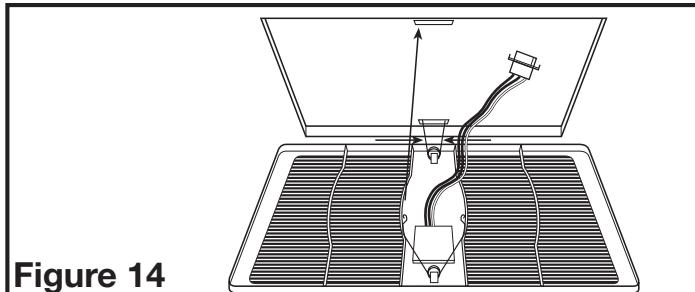

Figure 14
- 5b. **MODÈLES DÉTECTION DE MOUVEMENT:** Installez la grille en pressant le ressort le plus loin possible du détecteur de mouvement et installez-le dans la fente la plus éloignée du compartiment de fil sur le logement du ventilateur. Attachez le cordon de 3 broches à connexion rapide à partir du capteur de mouvement sur le gril soit au câblage installé à l'étape 2a (les modèles à une vitesse) ou au connecteur de la partie supérieure du compartiment de fil (modèles à deux vitesses). Ce cordon ne s'adapte que d'une seule façon dans le connecteur. Installez l'autre ressort en place et poussez la grille en position (**Figure 14**).